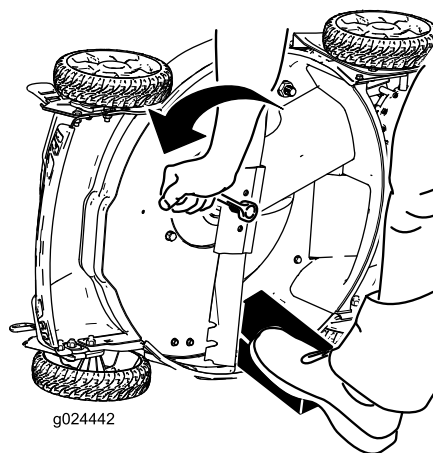

Figure 29
3. Immobilisez la lame avec un morceau de bois (Figure 29).
4. Déposez la lame en tournant le boulon dans le sens antihoraire, et conservez toutes les fixations pour monter la lame neuve (Figure 29).